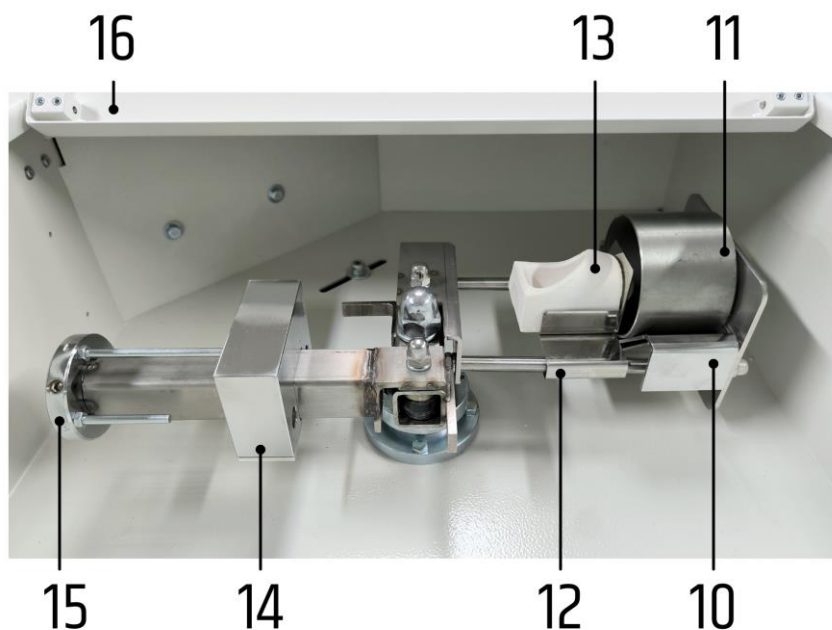

FIG. 3
5.2 DESCRIZIONE DEGLI ORGANI DEL BRACCIO (Fig. 3)